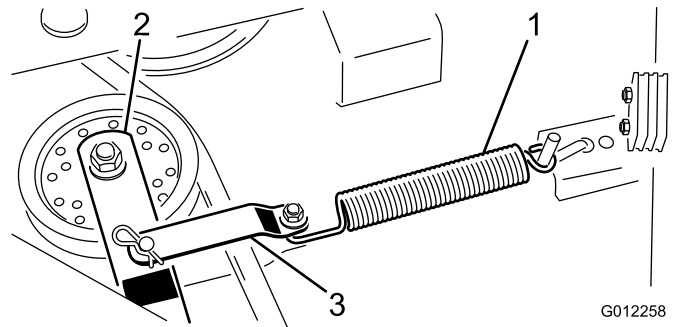

図 22
2. アイドラアームブラケットからスプリングを外してベルトに掛かっているテンションを解放する（図 22）。アイドラアームブラケットをアイドラアームに留め付けているコッターピンとクレビスを取り外す。
7. コッターピンとクレビスピンを使って、アイドラームブラケットをアイドラームに固定する（図 22）。アイドラームブラケットにスプリングをかける。この状態で、スプリングがおよそ18cmの長さに伸びていれば、駆動ベルトに適切なテンションが掛かっている。スプリングがこの長さになっていない場合には、スプリングロッドの位置をやや遠い取り付け穴に変更して、スプリングの長さが出るようにする。